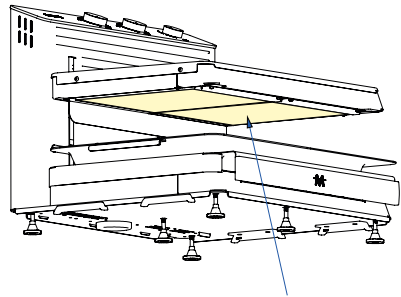

Abbildung 25
- Die MiiTi 06-Modelle verfügen über 2 Filament-Schutzgläser (Abbildung 25).